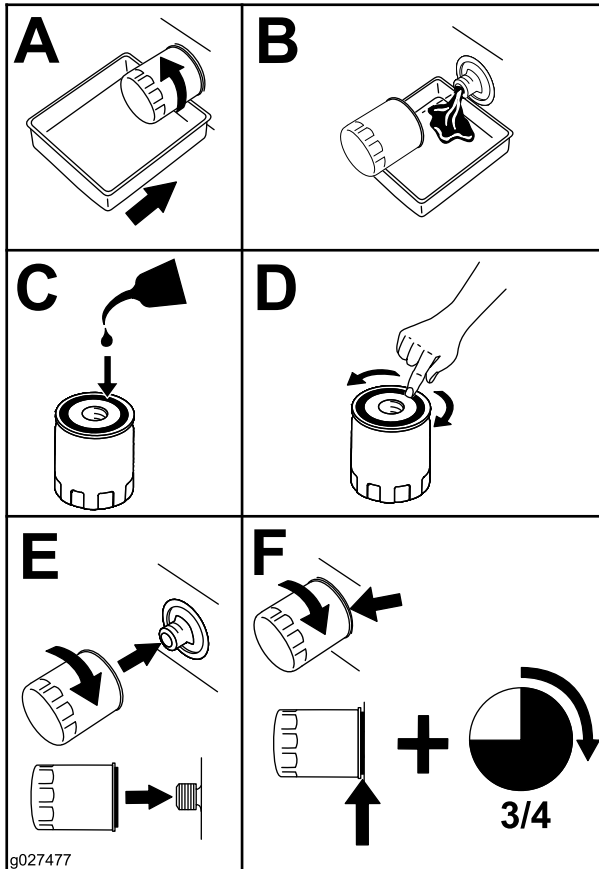

Bild 48
5. Wechseln Sie den Motorölfilter (Bild 48).